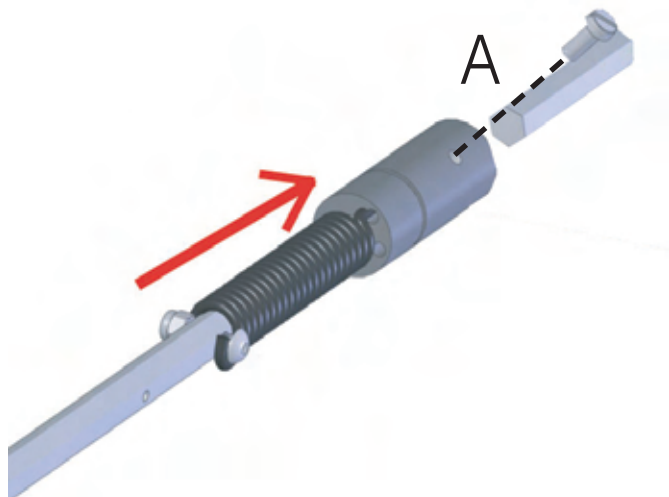

Fig. 14
- 3) Zet de as in het motorframe en draai de schroef A goed vast. (Fig. 14)